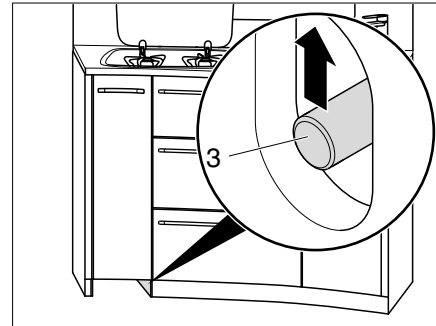

Fig. 132 Déverrouiller les tiroirs de cuisine
- Pousser la tige de poussée (Fig. 132,3) vers le haut.